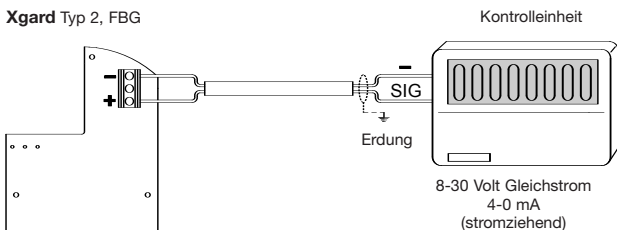

Abbildung 7: **Xgard** Typ 2, elektrische Anschlüsse
2. Sicherstellen, dass alle elektrischen Anschlüsse korrekt gemäß Abbildung 7 vorgenommen wurden.